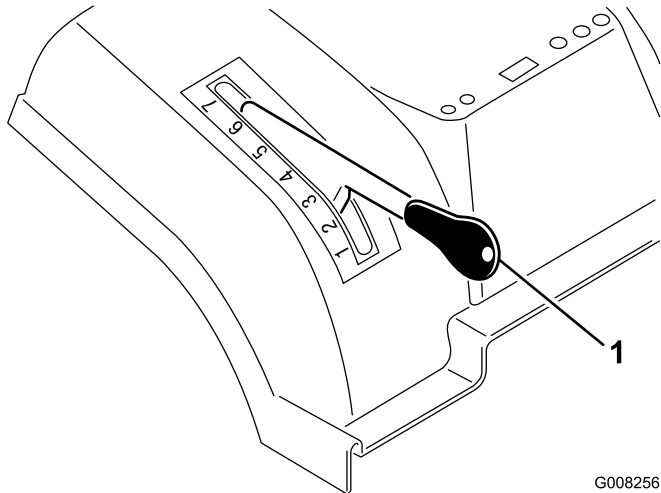

Bild 8
1. Halten Sie die Taste am Schnitthöhenhebel gedrückt (Bild 8).